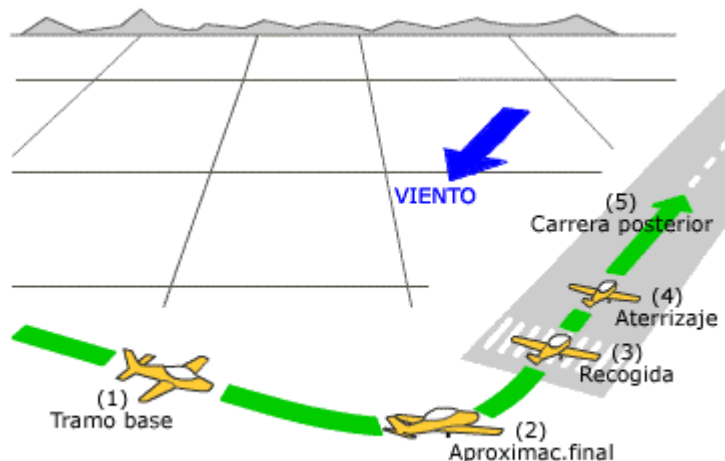

Fig.6.2.3 - Las distintas fases de un aterrizaje.
Con fines exclusivamente didácticos, la maniobra de aterrizaje se suele dividir en fases arbitrarias, de las cuales la fig.6.2.3 ofrece una muestra como ejemplo. La mayoría de los manuales y libros que conozco limitan los detalles de la maniobra a las fases fundamentales, esto es: aproximación final (2), recogida (3) y aterrizaje o toma de contacto que en muchos casos se abrevia "toma" (4); muy pocos son los que detallan, o si lo hacen es de forma somera, los pasos previos a realizar antes de tener el avión en aproximación final. La denominación en inglés de las fases mostradas en la figura es: base leg, final approach, flare, touchdown y after landing roll.